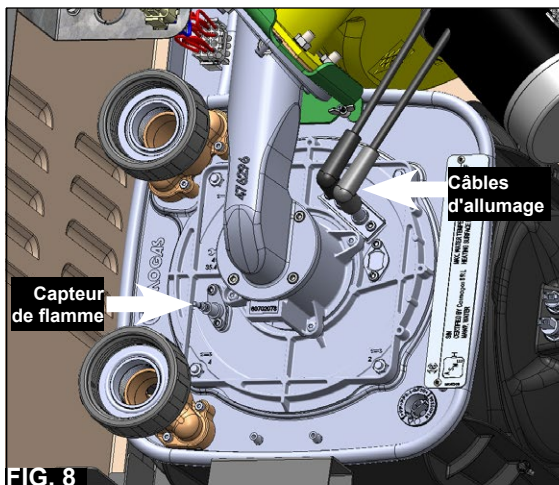

FIG. 8
7. Débranchez les câbles d'allumage et le câble du détecteur de flamme de l'ensemble du collecteur du brûleur. Voir la Fig. 8.